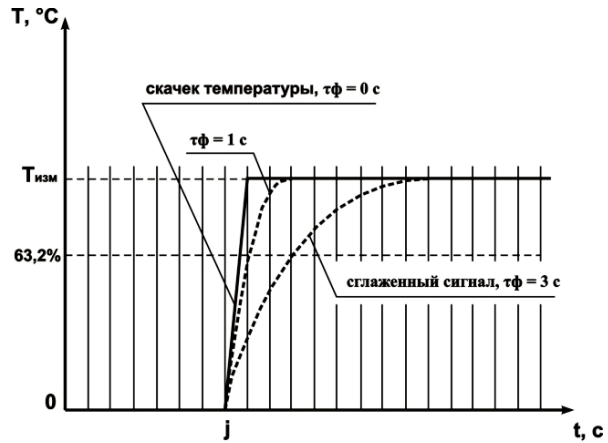

Рисунок 3.6
3.2.4.2 Цифровой фильтр устраняет шумовые составляющие сигнала, осуществляя его экспоненциальное сглаживание. Основной характеристикой экспоненциального фильтра является $\tau_{ф}$ – постоянная времени цифрового фильтра, параметр F_t1 (F_t2, F_t3, F_t4) – интервал, в течение которого температура достигает **63,2%** измеренного значения $T_{изм}$ (рисунок 3.6).